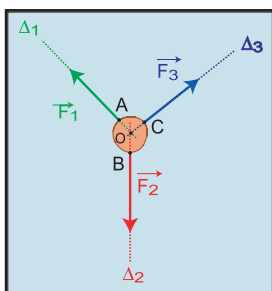

Fig.6
• On obtient à chaque fois un schéma comme celui de la figure 6 sur laquelle on reporte l'intensité de la force dans chaque direction.
Les trois droites se coupent en un point O (Fig.6). Elles sont concourantes puisqu'elles appartiennent déjà à un même plan.